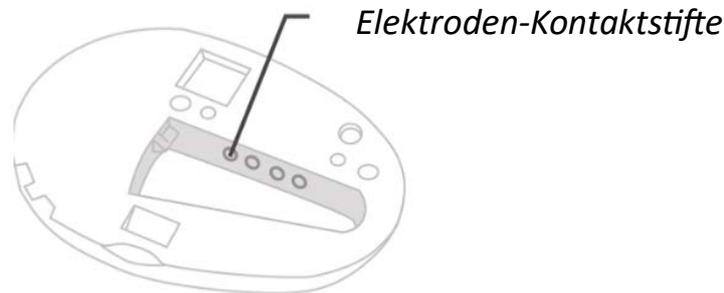

Abbildung 2. Transmitter-Kontaktstifte
- Reinigen Sie Ihren Transmitter (falls erforderlich): Reinigen Sie die Elektroden-Kontaktstifte (Abbildung 2) sowie die Oberfläche des Transmitters.